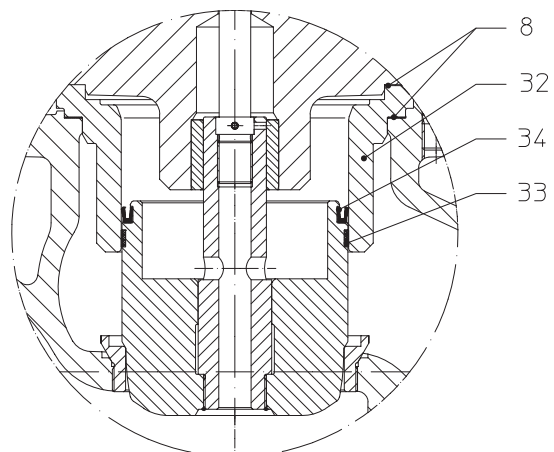

Fig. 17: Tryckavlastningskägla
- Tag ut den slitna kolvtätningen (pos 34) ur spåret i käglan med hjälp av ett lämpligt verktyg (t.ex. en skruvmejsel).
- Sätt in en ny kolvtätning (pos 34) se till att den sitter rätt, se illustrationen (se Fig. 17).
- Byt ut lagerbandet (pos 33).
- Rengör styrhylsans lageryta (pos 32); slipa vid behov med fint slipmedel.
- Byt ut 2 tätningar (pos 8).
- Montera muttrarna (pos 10) och dra åt dem korsvis. (Åtdragningsmoment se punkt 7.3.1)